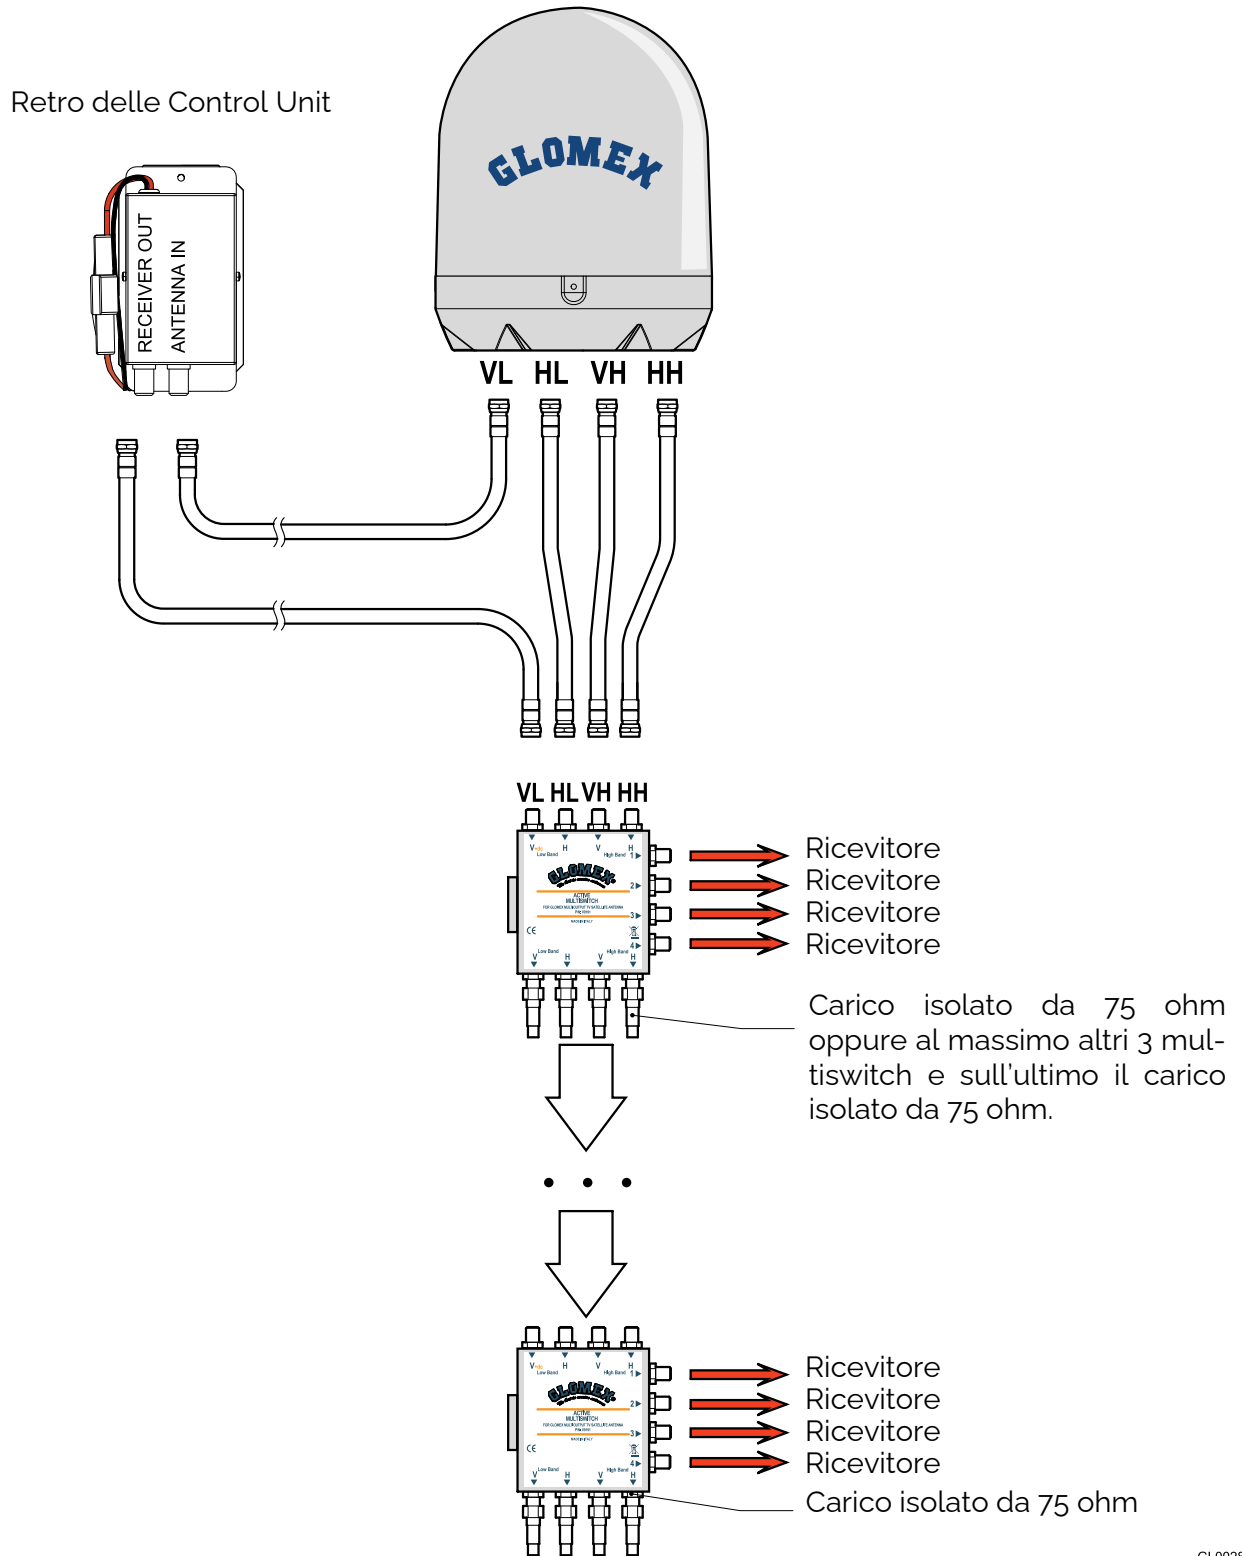

Fig. 30
6. Per il modello R9804N che prevedono la presenza del multiswitch, cablare i cavi seguendo le indicazioni della **Fig. 30**.
8. Procedere con la connessione dei cavi all'amplificatore di linea (se presente), al multiswitch (se presente), al/ai ricevitore/i (non incluso/i), come indicato a Fig. 30.